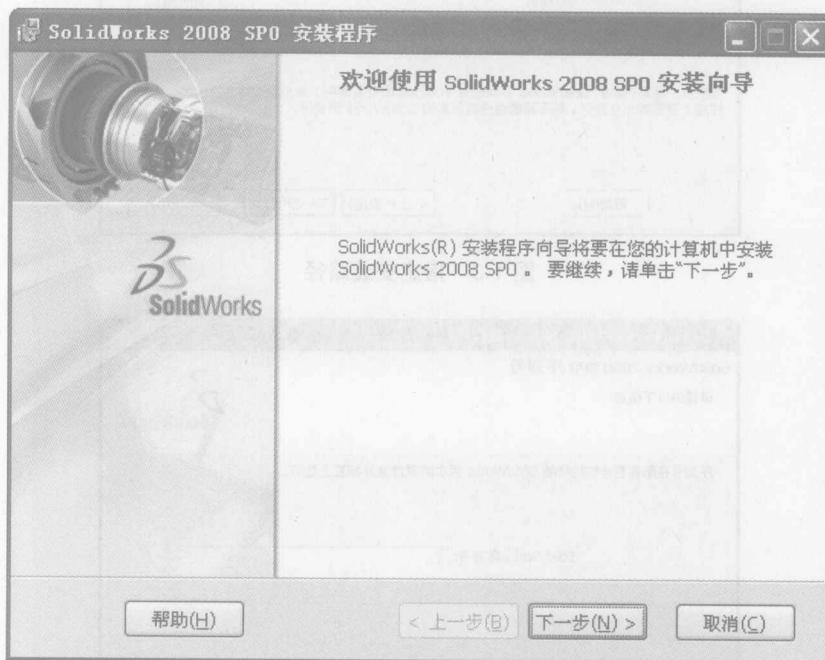

图 1-1 SolidWorks 2008 安装向导
#### (2) 进入 SolidWorks 2008 的安装界面，如图 1-1 所示。